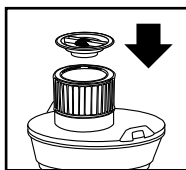

FIGURA 5
12. Coloque el retenedor del filtro dentro de la parte superior del filtro de cartucho. **FIGURA 5.**